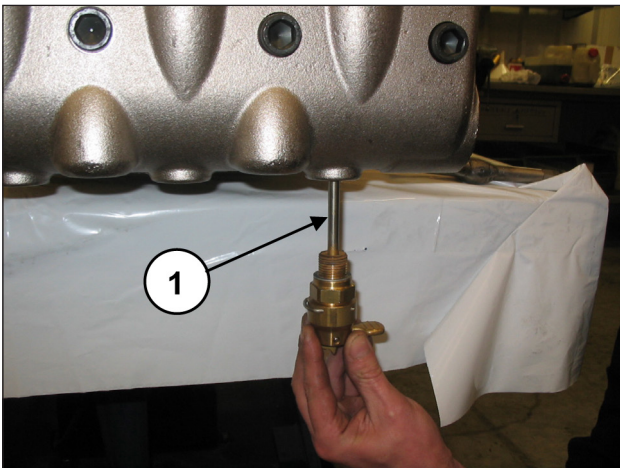
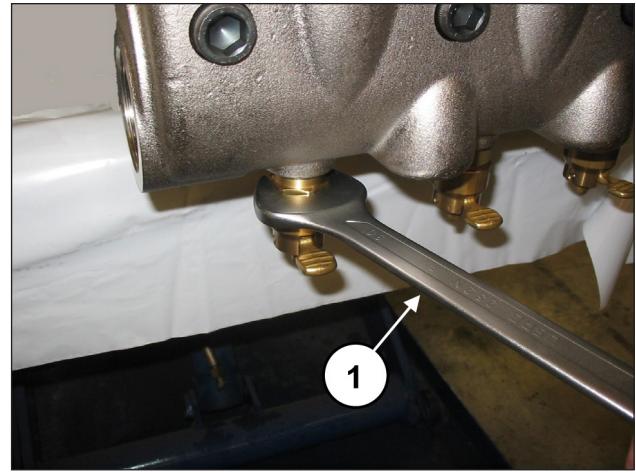

Abb. 136
Abb. 137
Bringen Sie die Ventilöffner an (Pos. ①, Abb. 136) und drehen Sie diese mit einem 30 mm Schlüssel fest (Pos. ①, Abb. 137).